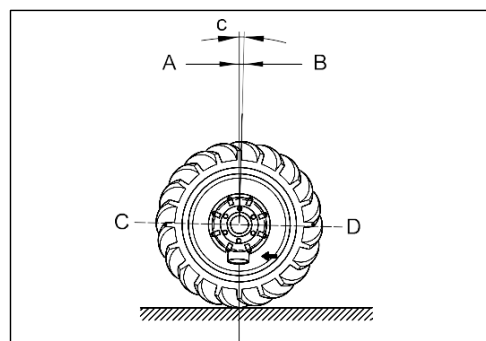

Abb. 194 – NACHLAUFWINKEL
2. Der Radnachlauf trägt zur Lenkstabilität bei (Abb. 194).